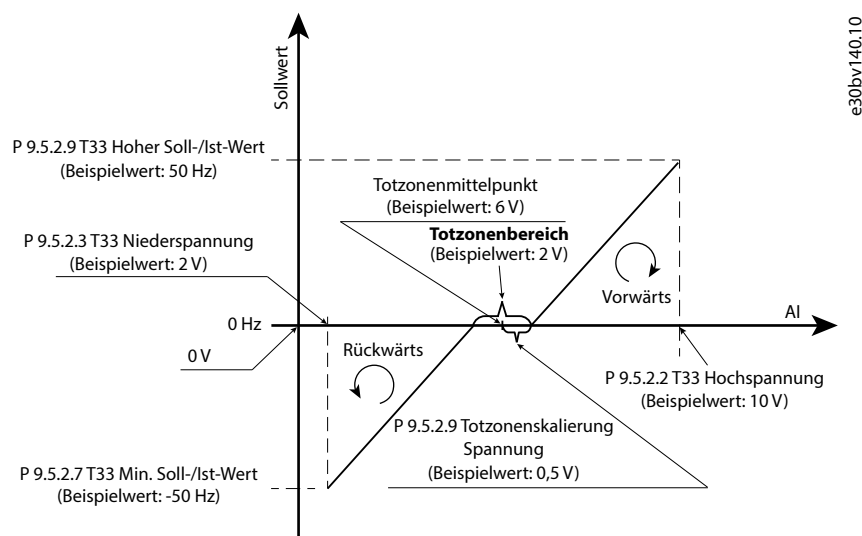

Abbildung 90: Beispiel Totzonenfunktion
- Abbildung 90 zeigt ein Beispiel für die Verwendung des T33- Analogeingangs (Spannungsmodus, 2–10 V) für die Totzonenfunktion zur Regelung des Motors zwischen Frequenzen von -50 Hz und 50 Hz.